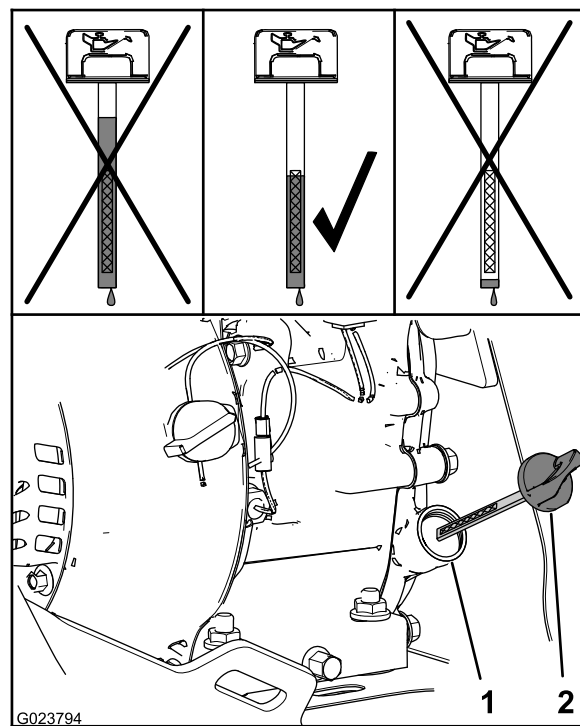

Figure 28
2. Sortez de nouveau la jauge et contrôlez le niveau d'huile (Figure 28).
Remarque: Le niveau d'huile doit atteindre le haut du repère sur la jauge (Figure 28).
- A. Versez de l'huile spécifiée dans le goulot de remplissage (Figure 28).